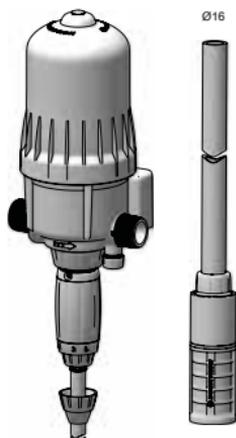

Fig. 7
- Pousser à fond le tuyau sur l'embout cannelé et revisser l'écrou à la main (Fig. 7).